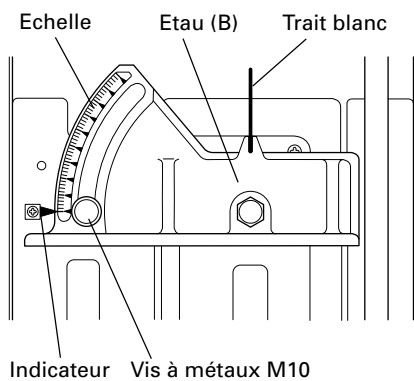

Fig. 15
5. Réglage de la position 0 (Fig. 15)